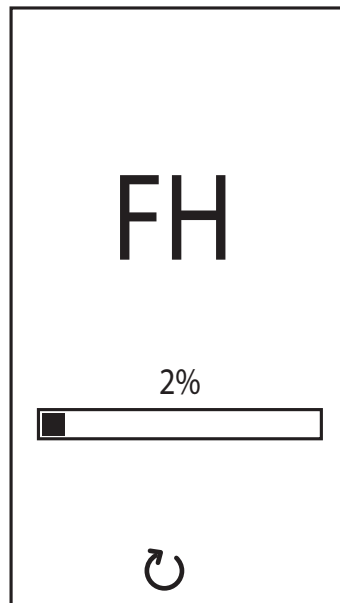

рис. 8- Выпуск воздуха с включенным вентилятором
- В течение последующих 20 секунд на экране будет отображаться надпись **FH**, указывающая на цикл спуска воздуха из системы отопления при работающем вентиляторе (рис. 8).